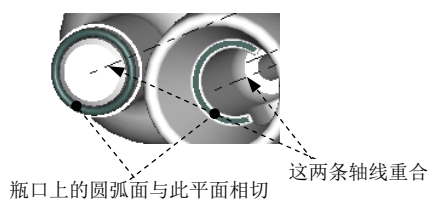

图 7.9.4 元件装配约束
Step2. 装配子装配件：打开子装配件 asm_sp2_ok.asm；定义第一个装配约束“相切”，如图 7.9.4 所示；定义第二个装配约束“重合”。